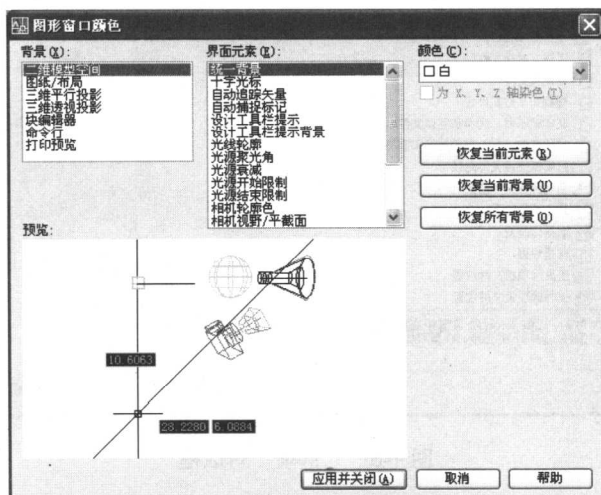

图 1-8 “图形窗口颜色”对话框
(2) 在“窗口元素”选项组中单击“颜色”按钮，弹出“图形窗口颜色”对话框，如图 1-8 所示。
(3) 在“背景”列表框中选择“二维模型空间”，在“颜色”下拉列表框中选择自己习惯的颜色，如在这里选择“白色”，如图 1-8 所示，单击“应用并关闭”按钮，返回“选项”对话框。
(4) 单击“确定”按钮，完成绘图区背景颜色的设置。